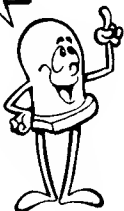

Fig. 4
- O componente pode ser classificado como uma fonte de “luz fria” (ao contrário de uma pequena lâmpada incandescente comum, sob funcionamento normal - e dentro de seus parâmetros - o LED **não aquece**). Trabalha sob princípios semi-condutores (veremos isso em Lição específica) e forma uma espécie de “caminho de mão única” para a corrente elétrica (fig. 4).
- FIG. 4. Quando polarizado em sentido direto, ou seja: quando **fazemos** com a que a corrente “atravesse” o LED com o **positivo** aplicado ao seu terminal de anodo (A) e o **negativo** ao seu terminal de catodo (K), o componente **permite** o trânsito da corrente e... **ilumina-se** (emite luz). Polarizado em sentido inverso, a corrente “não passa”, e o componente não emite luz.